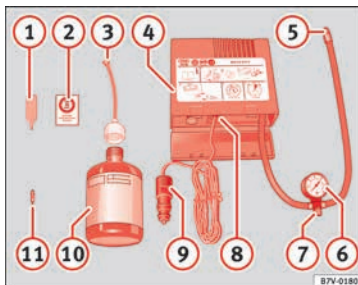

Fig. 68 Representación estándar: contenido del kit antipinchazos.
- Desenrosque la caperuza y el obús de la válvula del neumático. Utilice el aparato » **fig. 68 1** para extraer el obús. Colóquelo en una superficie limpia.
- Agite con fuerza la botella de sellante de neumáticos » **fig. 68 10**.
- Enrosque el tubo de inflado » **fig. 68 3** en la botella de sellante. El precinto de la botella se romperá automáticamente.
- Retire el tapón del tubo de llenado » **fig. 68 3** y enrosque el extremo abierto del tubo en la válvula del neumático.
- Vuelva a colocar el obús con el aparato » **fig. 68 1** en la válvula del neumático.
- Enrosque el tubo de inflado del neumático del compresor » **fig. 68 5** en la válvula del neumático.
- Compruebe que el tornillo de evacuación de aire está cerrado » **fig. 68 7**.
- Acople el conector » **fig. 68 9** a toma de corriente de 12 voltios del vehículo » **pág. 154**.
- Conecte el compresor de aire con conmutador ON/OFF » **fig. 68 8**.